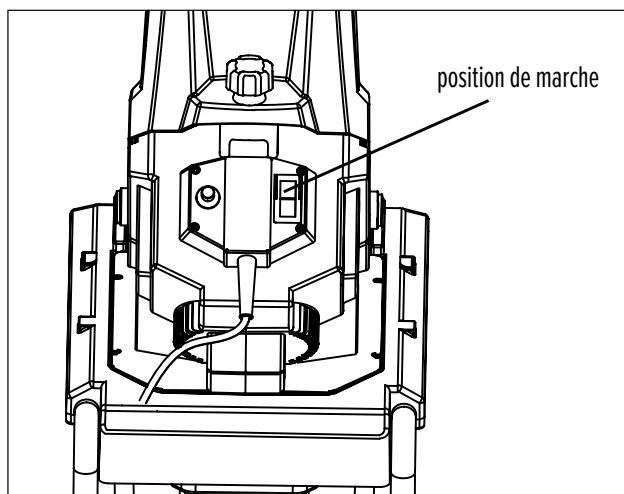

FIG. 5
- 2 Pour démarrer la déchiqueteuse, appuyez sur le bouton Marche/Arrêt pour le mettre en position de marche (**FIG. 5**).